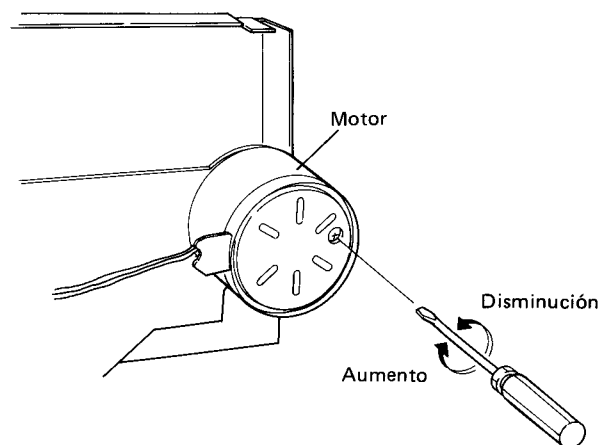

Fig. 10-2 Ajuste de la velocidad de la cinta
2. Reproducir la parte de 3kHz de la cinta de prueba STD-301. Al principio, la frecuencia deberá estar entre 3000Hz~3010Hz, y podrá ajustarse girando el resistor semifijo ubicado en el orificio de ajuste del motor, como se muestra en la Fig. 10-2.